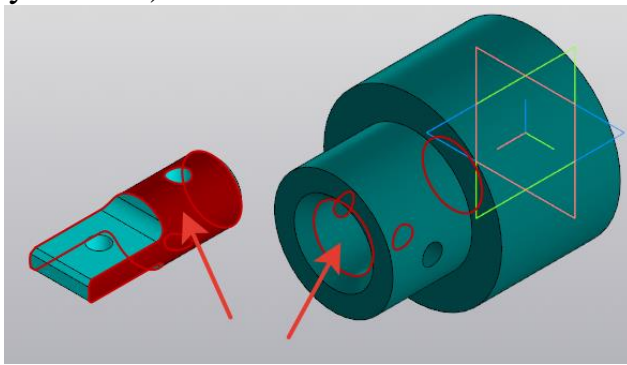

Рисунок 154.
7. На панели инструментов **Размещение компонентов** - выберите  **Соосность**. В **Параметрах** - **Объект 1** – указать цилиндрическую часть вала, **Объект 2** – внутренний цилиндрический вырез корпуса. **Создать объект**  (рисунок 154).